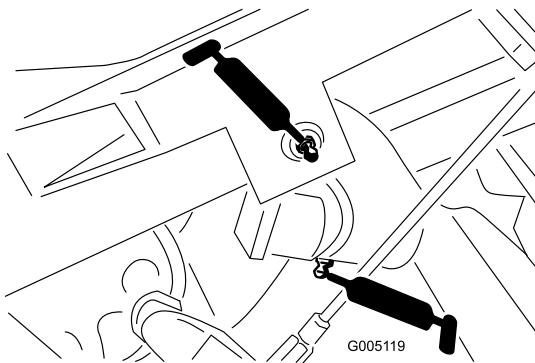

Figura 33
- Articulação do braço de elevação(3) e engate da articulação (3) (Figura 33)